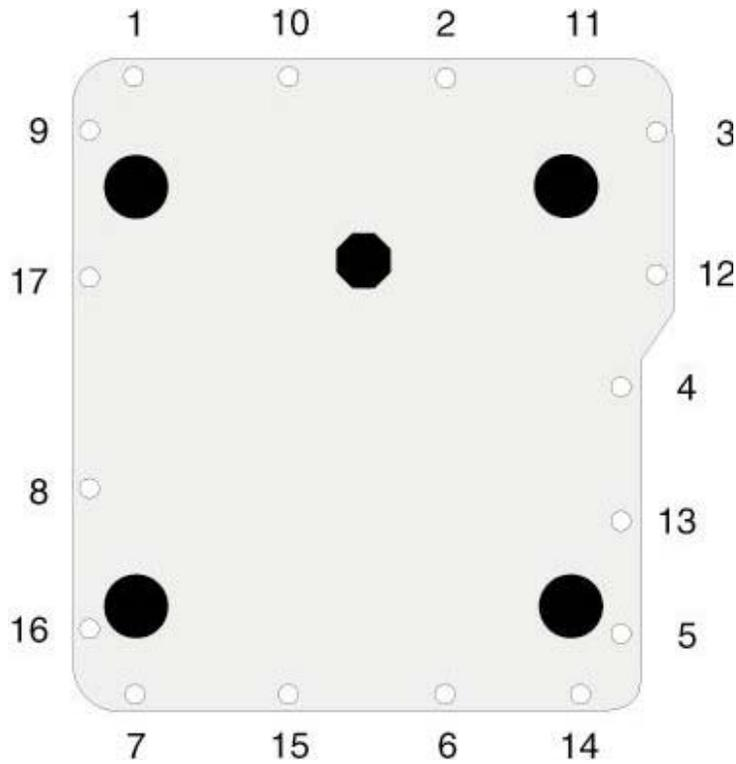

图23 拧紧底板螺帽
2. 按图23所示的顺序拧紧螺帽，直到 5 in.-lbs (0.56 N-m)为止。